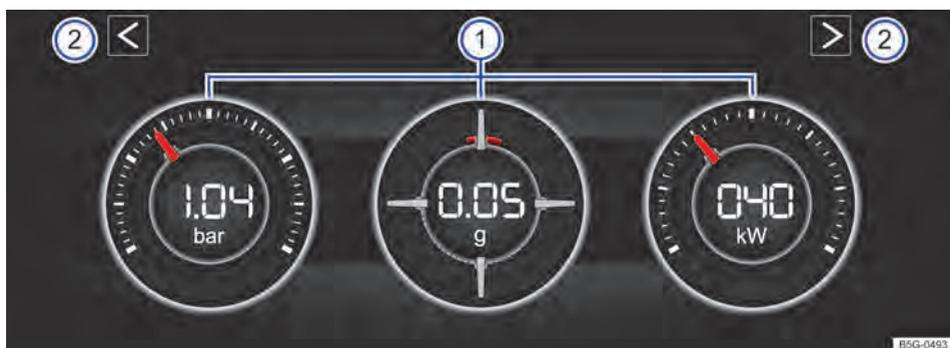

Fig. 19 No display do sistema Infotainment: monitor de desempenho.
Se você desejar alternar entre o monitor de desempenho e o Laptimer → Página 30, toque em um dos botões de seta à esquerda e à direita acima dos instrumentos → Fig. 19 ②.
O display pode exibir, no máximo, três instrumentos simultaneamente. Cada um dos instrumentos pode ser selecionado para cada uma das áreas de exibição → Fig. 19 ① (esquerda, meio, direita).
- **Indicação da pressão de carga:** a indicação da pressão de carga → Fig. 19 ① (à esquerda) exibe a pressão no circuito do ar de sobrealimentação entre o turbocompressor e o motor (em "bar"). Quanto mais o ponteiro ficar à direita na escala, maior será a potência que o motor desprenderá.
- **Acelerômetro (G-Meter):** o acelerômetro (G-Meter) → Fig. 19 ① (centro) indica na área central o valor da aceleração (em "g"). A marcação vermelha na área disposta em tela indica a intensidade da aceleração e a direção da força que atua (conforme os princípios físicos contrários). Se você, por exemplo, conduzir para a esquerda, a marcação vermelha do instrumento se moverá na área direita do instrumento (e vice-versa). Ao acelerar, a marcação vermelha se moverá para baixo. Ao frear, a marcação vermelha se moverá para cima. A intensidade da aceleração é indicada pela posição da marcação vermelha de dentro para fora. Se a aceleração aumenta, a marcação vermelha é excluída da área central.
- **Indicação de potência:** a indicação de potência → Fig. 19 ① (à direita) exibe a potência do motor atualmente demandada na forma de valor digital e analogamente na escala (em kW).